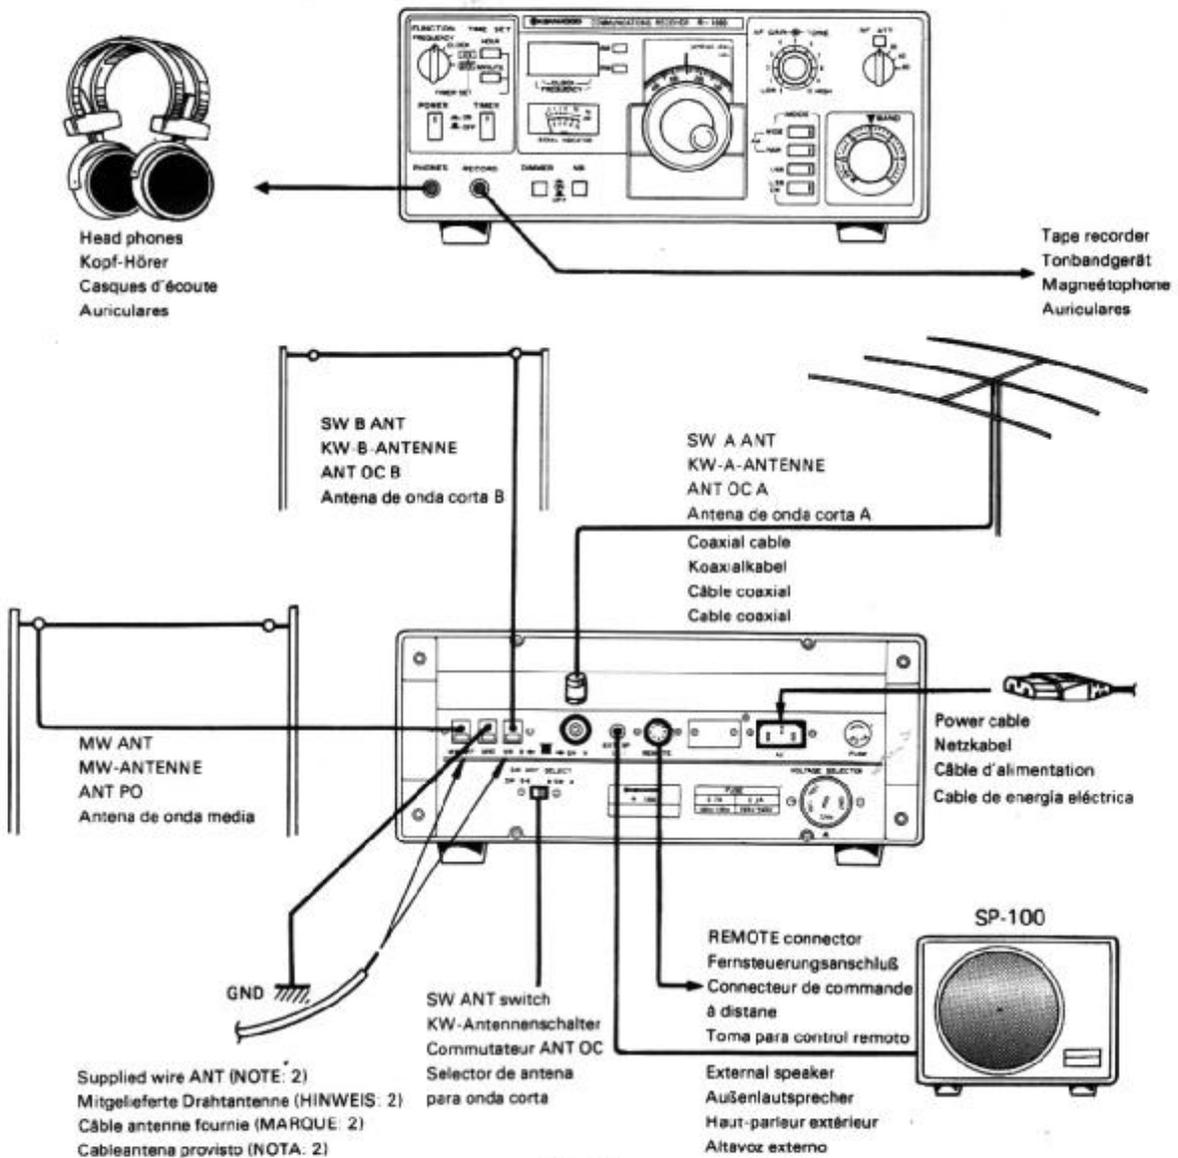

Fig. 1-8
- 1 Fig. 1-8 shows an example of R-1000 interconnection. A suitable antenna should be selected (see pages 1 and 3).
1. Abb. 1-8 zeigt ein Beispiel der Zwischenverkabelung am R-1000. Die für dieses System geeignete Antenne sollte unter Bezugnahme auf Seite 1, 3 gewählt werden.
- 1 La Fig. 1-8 donne un exemple de l'interconnexion du R-1000. En ce qui concerne le système d'antenne, une antenne appropriée devrait être choisie en se référant aux pages 1, 3.
1. La Fig. 1-8 ilustra un ejemplo de las distintas conexiones del R-1000. La antena más apropiada debe seleccionarse de acuerdo con las páginas 1, 3.